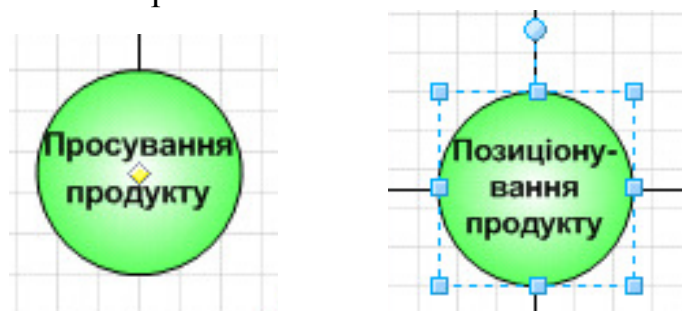

Рис. 1.32. Маркери: а) управління; б) повороту і зміни розмірів
13. Розглянемо маркери скопійованої фігури в дії (рис. 1.32). Жовтий ромб (маркер управління) в центрі круга дозволяє перемістити круг. Синій круглий маркер (обертання) – повернути круг. Skorистаємося ним і повернемо деякі круги відповідно до рисунка. Потім за допомогою граничних синіх квадратних маркерів (розмірів) збільшимо фігуру. Доб'ємося, щоб у кінцеві круги написи поміщалися цілком.